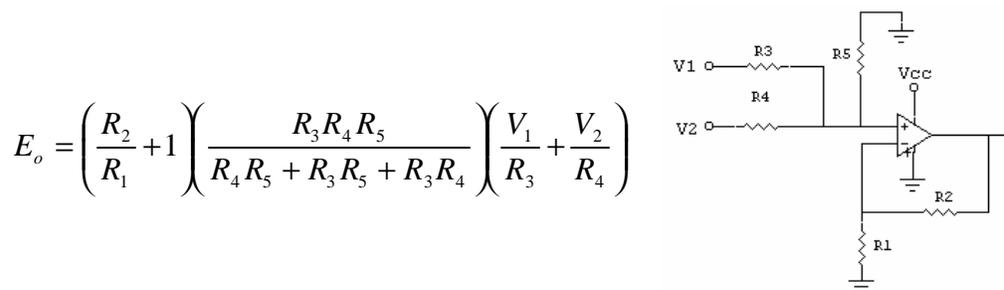

Figura 29. Sumador no inversor
- Modo sumador no inversor: Este modo de operación es usado para sumar algebraicamente señales pero sin cambiar la polaridad de la señal final. (Figura 29).